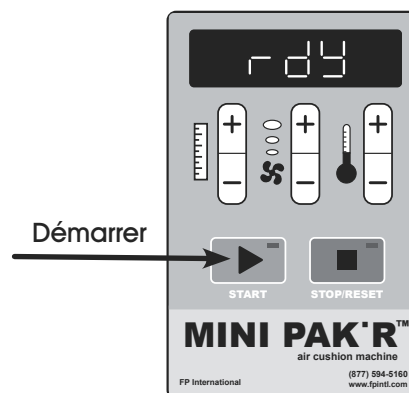

Figure 11
4. Appuyez de nouveau sur la touche **START** (démarrer) lorsque le voyant à DEL vert arrête de clignoter et que l'écran affiche « *rdY* » (prêt). (Voir Figure 11)